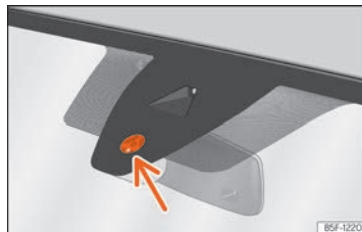

Fig. 97 Surface sensible du détecteur de pluie.
Les causes possibles d'anomalies et d'interprétations erronées *dans la zone de la surface sensible* » fig. 97 du détecteur de pluie peuvent être :
- Nettoyez régulièrement la surface sensible du détecteur de pluie » fig. 97 (flèche) et vérifiez l'état des balais.